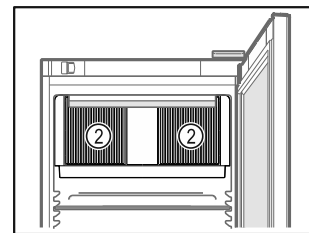

Fig. 78
- ❑ Lüftungsschlitze Fig. 78 (2) des Umluftgebläses im Innenraum freihalten.